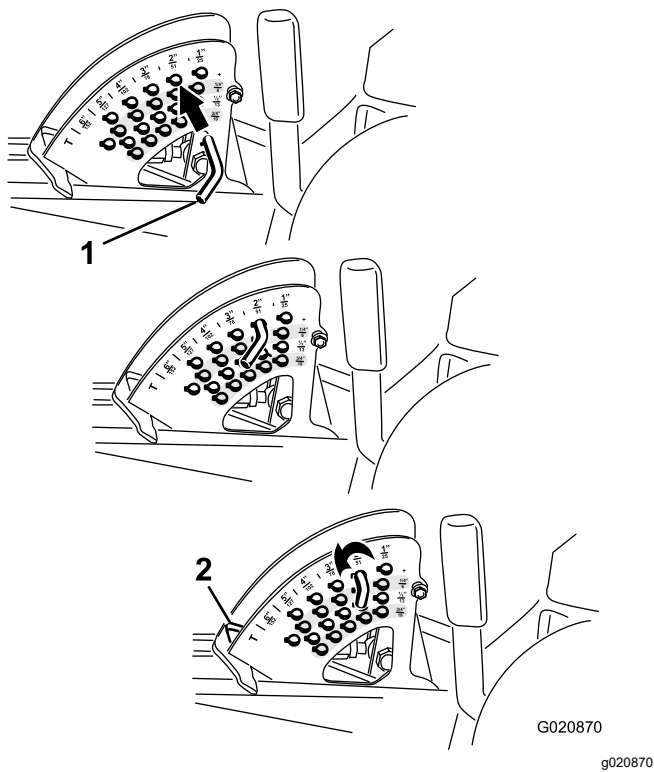

图 25
- 旋转限位销直至其中的滚销与剪草高度支架孔内的槽在一条线上然后取下限位销图 25。
- 选择剪草高度支架对应所需剪草高度的孔插入限位销将其向下旋转并锁定到位图 25。
**注意** 共有 4 排孔的位置图 25。最上面的一排是高于限位销的列明剪草高度。其下第二排的剪草高度为列出剪草高度加 6 mm。其下第三排的剪草高度为列出剪草高度加 12mm。最下面一排的剪草高度为列出剪草高度加 18mm。15.8cm 位置仅有 1 个孔位于第二排。此孔不需添加 6mm 即可到达 15.8cm 位置。